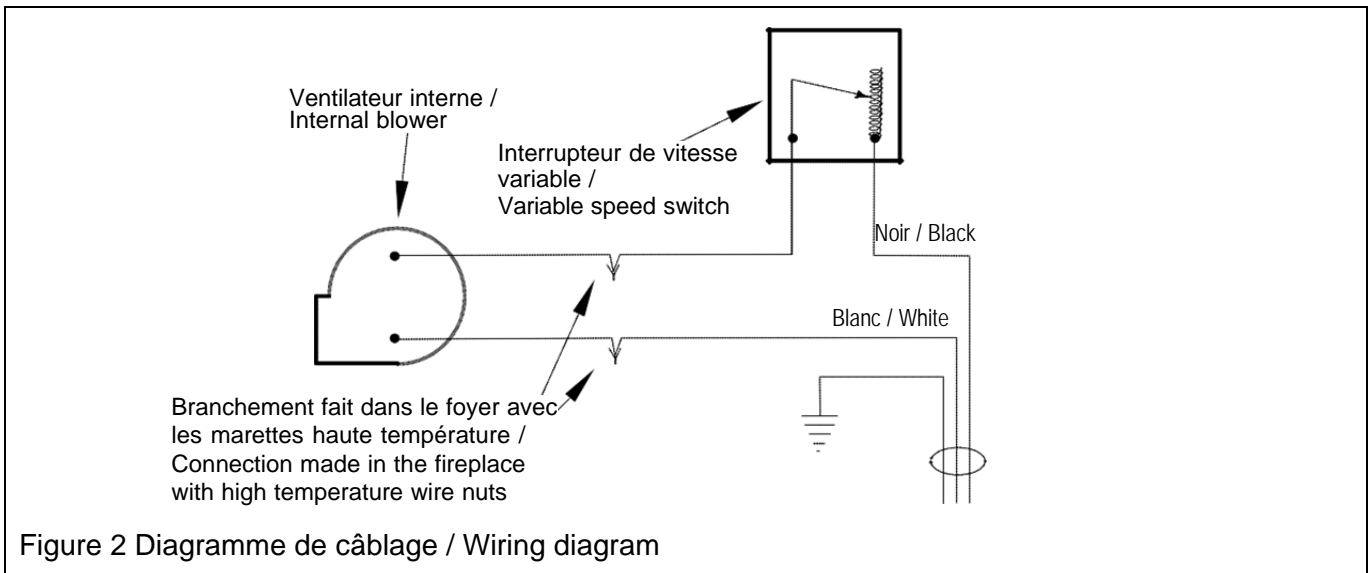

Figure 2 Diagramme de câblage / Wiring diagram
10. Using 2/14 gauge wiring, connect the variable speed switch to the blower and to a 110V circuit as shown in Figure 2. You must use the wire nuts provided to connect to the blower wires because they resist high temperature.
10. En utilisant du filage de calibre 2/14, branchez l'interrupteur de vitesse variable au ventilateur ainsi qu'à un circuit de 110V (voir Figure 2). Vous devez utiliser les marrettes fournies pour faire le branchement avec le ventilateur car elles peuvent résister aux hautes températures provenant du foyer.